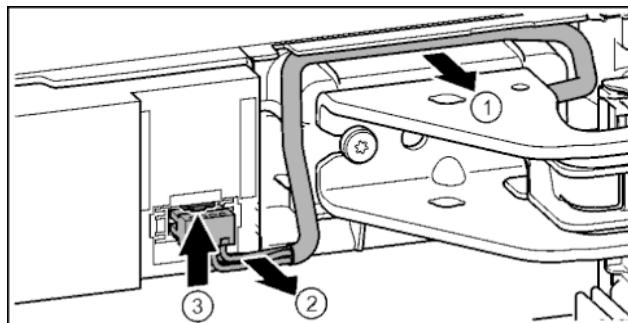

Fig. 22
- ▶ Осторожно освободить кабель над опорным кронштейном из направляющей. Fig. 22 (1)
- Аккуратно вытянуть жилы кабеля из канала. Fig. 22 (2)
- Прижать соединительную накладку вверх и осторожно вынуть штекер. Fig. 22 (3)